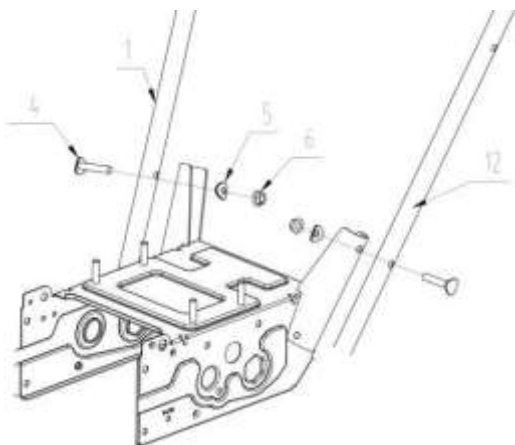

Bild 3
3.2 Montering av handtaget (nr 1) nr 12): använd M8x35 konkava bultar (nr 4) och 8 st. av nr 22 enligt bild 2. Montera vänster och höger handtag i monteringshålen på båda sidor av huset med hjälp av två konkava brickor (nr 5) och M8 fästmuttrar (nr 6) (se bild 3).